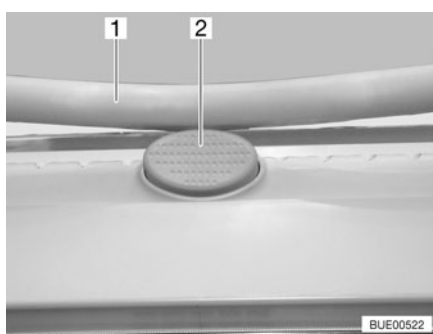

Fig. 63 Bouton de sûreté sur le lanterneau Heki
- Appuyer sur le bouton de sûreté (Fig. 63,2) et tirer l'étrier (Fig. 63,1) vers le bas avec les deux mains.
- Pousser l'étrier vers le haut avec les deux mains jusqu'à ce que ce dernier se trouve au-dessus du bouton de sûreté (Fig. 63,2).